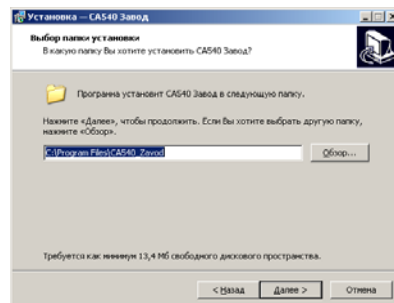

Рисунок 4.2
2) Определить место размещения ПО, для чего в окне (рисунок 4.2) следует либо согласиться с предлагаемой по умолчанию папкой C:\Program Files\CA540_Zavod, либо выбрать другой вариант, щелкнув по кнопке Обзор. Для продолжения установки программы щелкнуть по кнопке Далее.